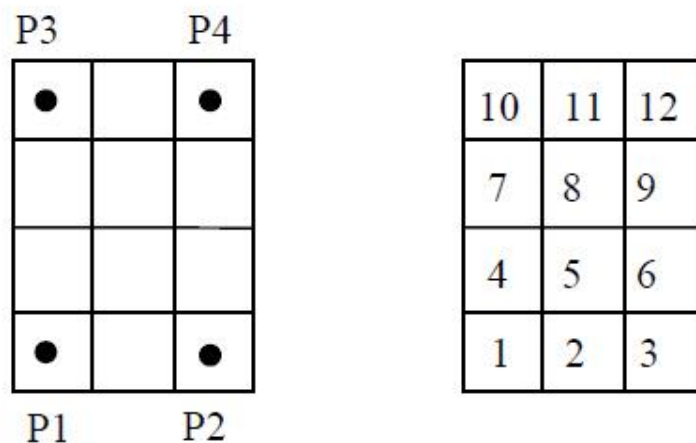

图 11.1.1 点位排序方式
- ✧ 如图 11.1.1 所示，若仅示教 P1~P3 点，且分区 1 为 3，分区 2 为 4，则系统会自动计算出 12 个点位形成平行四边形的排列方式，点位的排列方向为先 P1→P2 方向，再 P1→P3 方向。执行 SetPallet 指令后，根据点位 1~点位 3 及分区 1、分区 2 确定生成的点位数量及具体的点位坐标，点位的排序自动生成且用户不可修改。